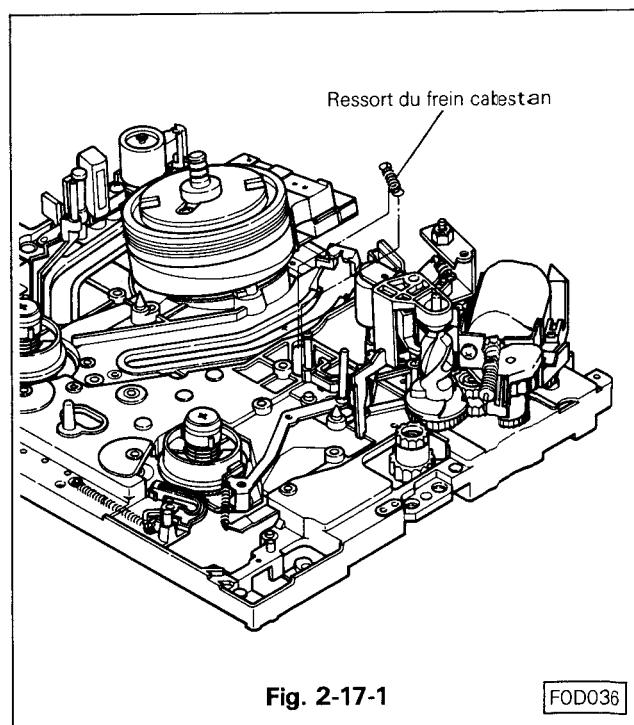

Fig. 2-17-1
### 2-17-1 DEMONTAGE (Voir Fig. 2-17-1)
- F. Fixer le ressort de frein cabestan. (Voir Fig. 2-17-1)